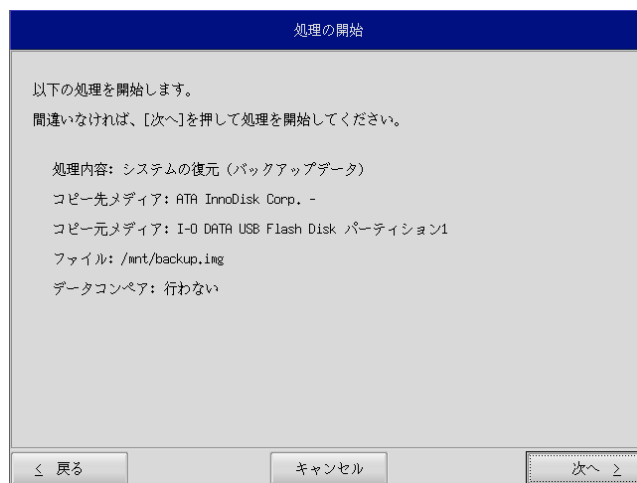

図 5-3-6. 確認画面
- ⑪ 確認画面（図 5-3-6）が表示されます。メディア、パーティション、保存ファイルを確認します。